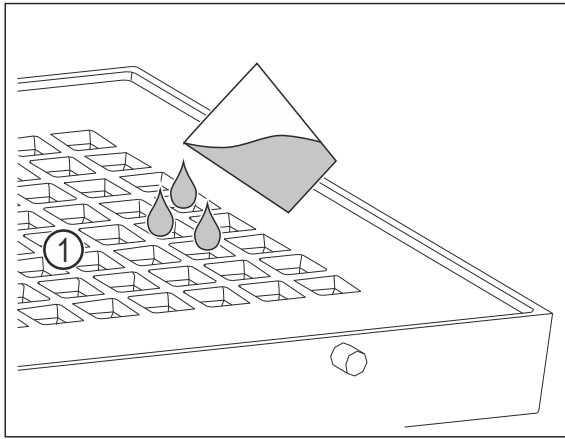

Fig. 104
- Riempire un massimo di 400 ml di acqua attraverso i fori Fig. 104 (1) nella copertura.